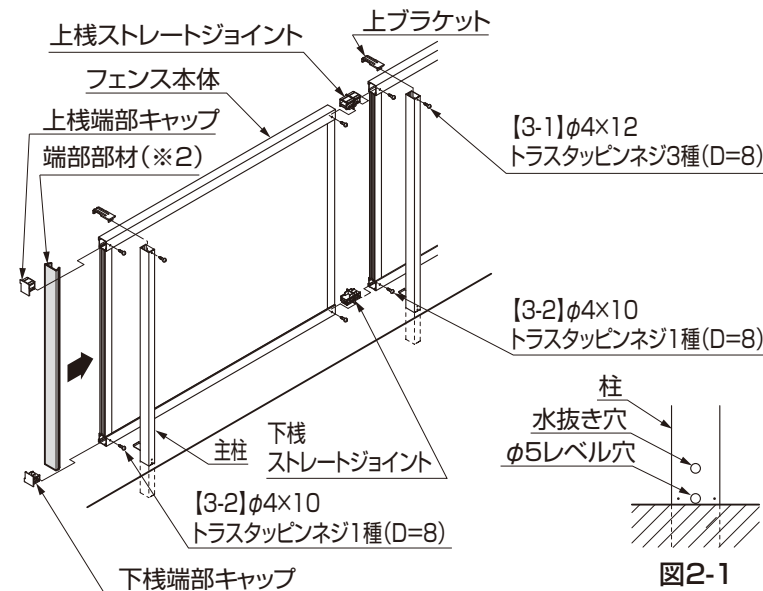

図2-1
- 各柱のレベル穴は水平にそろえて取付けてください。(図2-1参照)